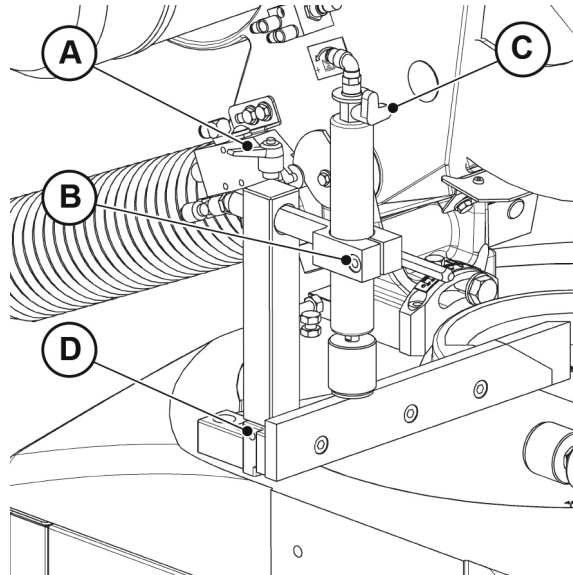

Fig. 07-06.
- 1 Aflojar la manilla posicionable "A" (**Fig. 07-06**) para regular la distancia del perfil.
- 2 Aflojar el tornillo "B" (**Fig. 07-06**) para regular la mordaza en sentido vertical.
Para desactivar la mordaza vertical, utilizar el grifo "C" (**Fig. 07-06**).
La mordaza vertical puede colocarse a la derecha o izquierda del cabezal mediante la clavija de fijación "D" (**Fig. 07-06**).